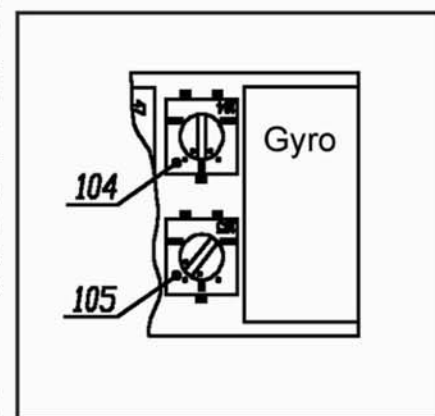

Fig. 9
7. Poussez le manche de gaz lentement vers le haut pour augmenter la vitesse du rotor, le Microcopter va décoller mais aura peut-être un mouvement de rotation de la gauche vers la droite. De même, lorsque vous augmentez la vitesse, le nez pourra aussi tourner de gauche à droite. Pour corriger ces mouvements, vous utiliserez les trims 1~4 comme indiqué précédemment. Si cela n'est pas suffisant, cela signifie que le mixeur électronique (gyro) doit être réglé. Le gyro règle la vitesse du rotor d'anticouple par rapport au rotor principal pour compenser l'effet de couple et permettre au Microcopter de rester stable en vol. Dans le cas présent, réglez le gyro (Potentiomètre N°104, Fig 9) en le tournant légèrement dans le sens anti-horaire. Un réglage du gyro nécessite un nouveau réglage des trims de profondeur/aileron. Ces réglages doivent être faits soigneusement et vous demandent un peu de patience pour obtenir les meilleures performances en vol du Microcopter.